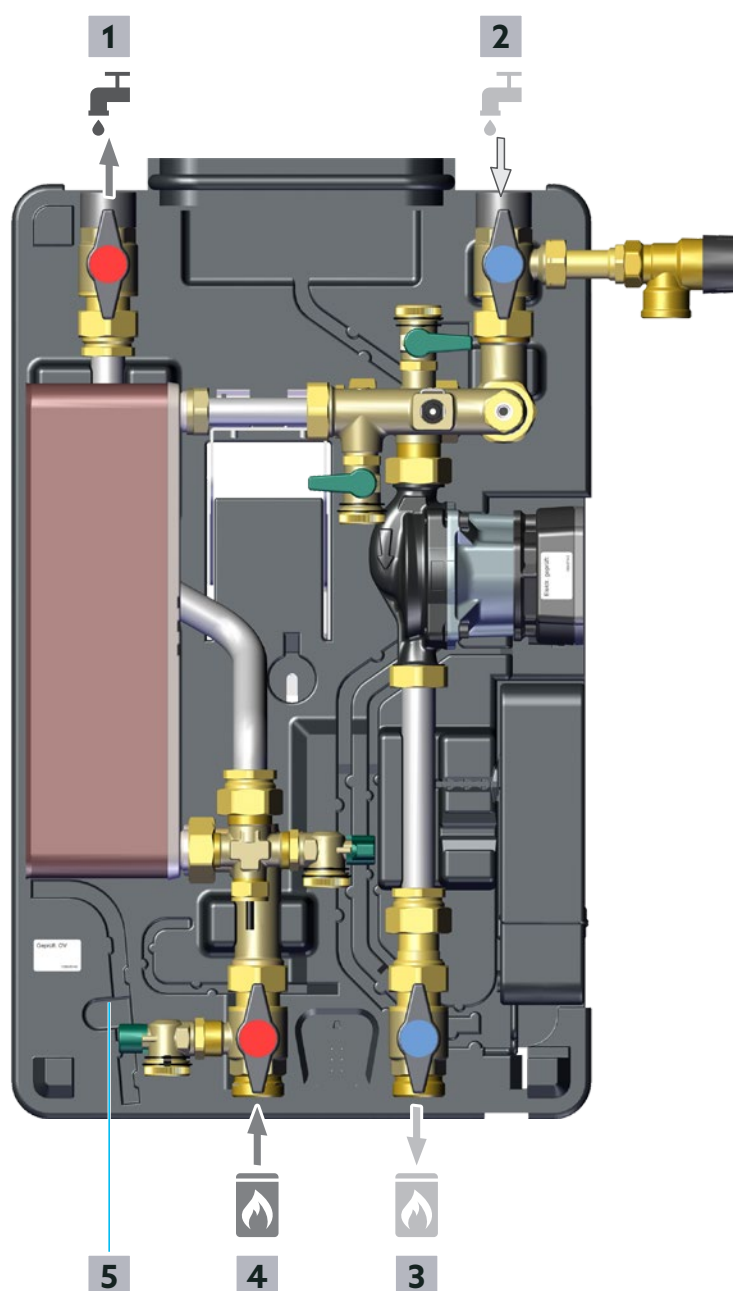

Fig. 14 - Descrizione del funzionamento
- All'occorrenza, montare il più possibile vicino all'attacco dell'acqua fredda del modulo un filtro acqua sanitaria (TF) supplementare (accessorio Oventrop).
- Montare un dispositivo antiriflusso (4 in Fig. 4 a pagina 14) nella mandata dell'acqua potabile fredda (2 in Fig. 14 a pagina 22) per separare l'acqua potabile fredda da quella precedentemente riscaldata all'interno della postazione.